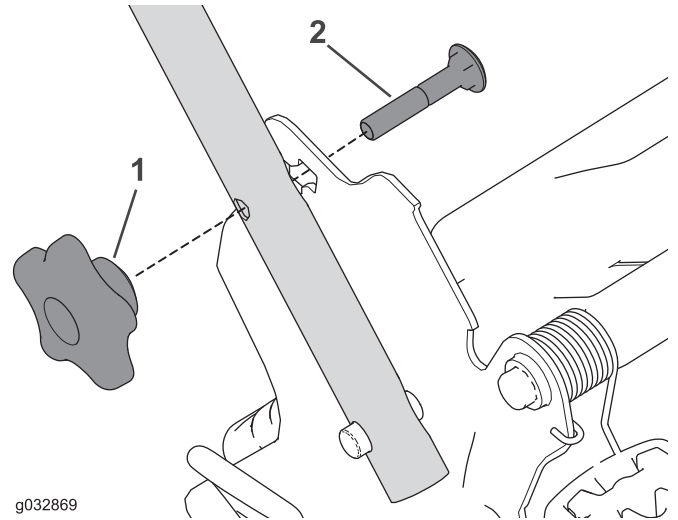

Figura 28
1. Retire y guarde los 2 pomos del manillar y los 2 pernos de cuello cuadrado de los soportes del manillar (Figura 28).